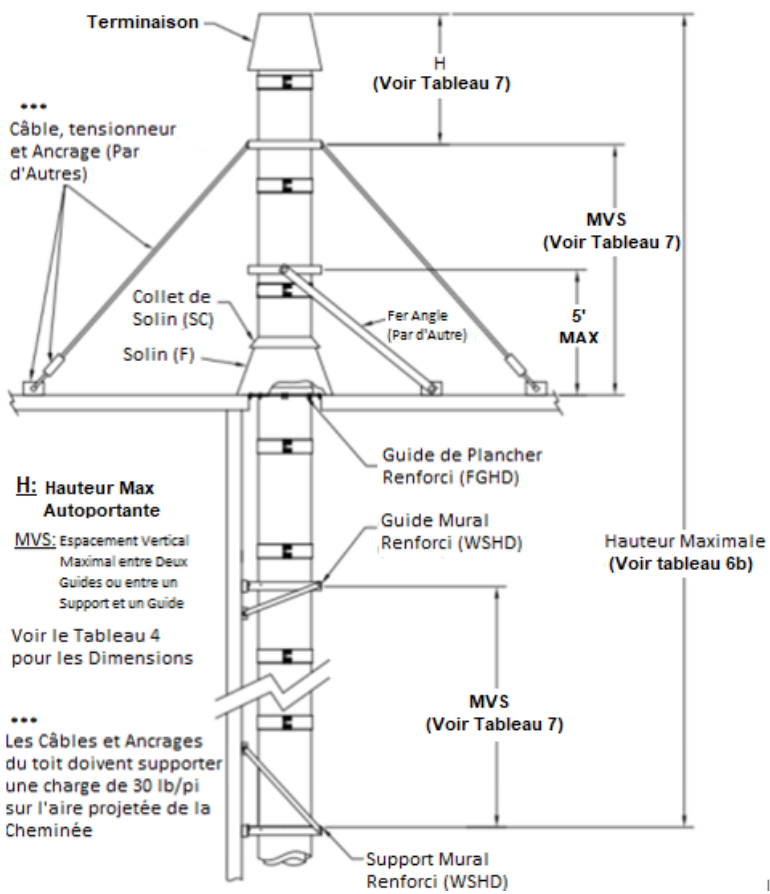

Figure 27 - Hauteur avec contreventement rigide ou haubanage pour DSLS
• Si la dimension « H » dépasse la valeur indiquée dans les tableaux 7 et 8, utilisez un contreventement ou un haubanage pour stabiliser la section de cheminée au-dessus du toit. Voir figure 27